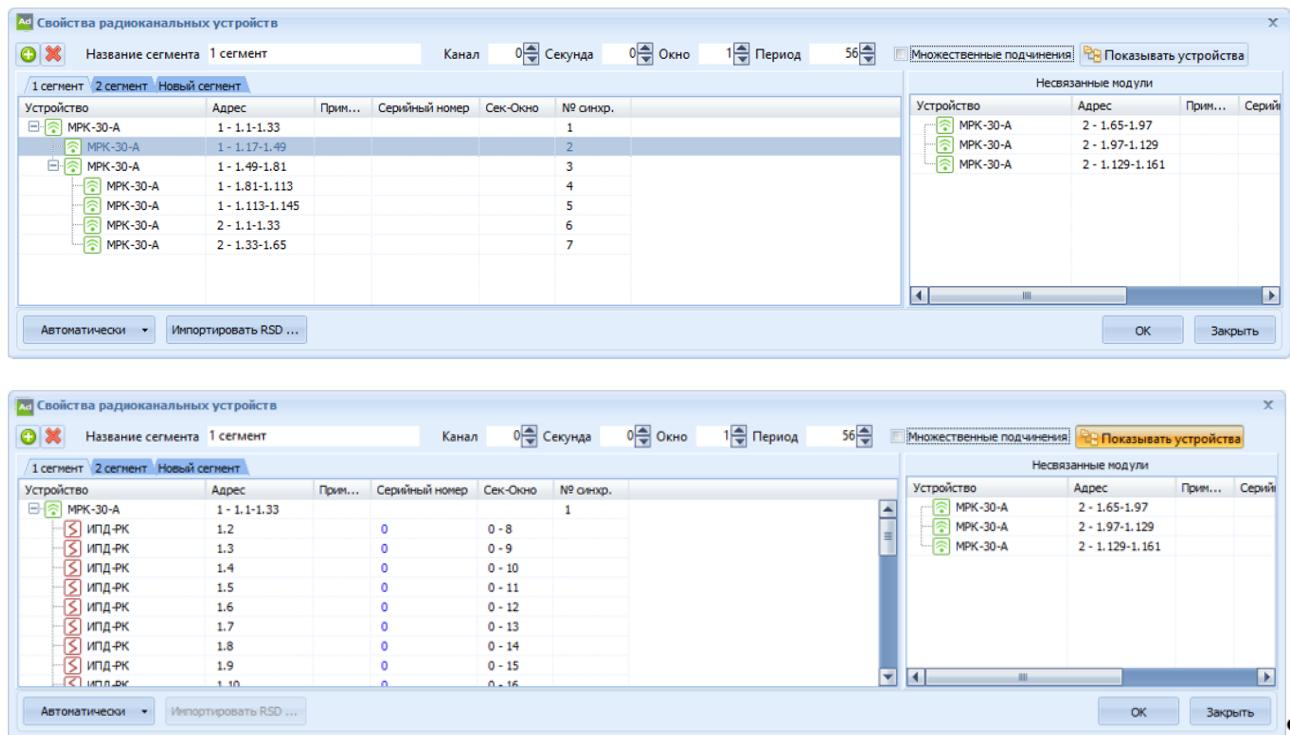

Рисунок 17
6.2.3 Для настройки работы подключенных радиоканальных устройств необходимо выделить МРК-30А в дереве устройств, правой кнопкой мыши вызвать контекстное меню и в нём выбрать «Свойства радиоканальных устройств». В окне «Свойства радиоканальных устройств» отображаются все имеющиеся в системе МРК-30А с подключенными РКУ, связи между модулями и основные настройки (рисунок 17).
– Показывать устройства – нажатие на эту кнопку показывает или скрывает радиоканальные устройства, привязанные к МРК-30А (рисунок 17).
Для распределения следует мышью перетащить соответствующий МРК-30А из этого окна в окно соответствующего сегмента. Чтобы подчинить МРК-30А другому МРК-30А, уже находящемуся в окне сегмента, курсор с перетаскиваемым МРК-30А следует навести на значок того МРК-30А во вкладке сегмента, с которым производится синхронизация (рисунок 17).